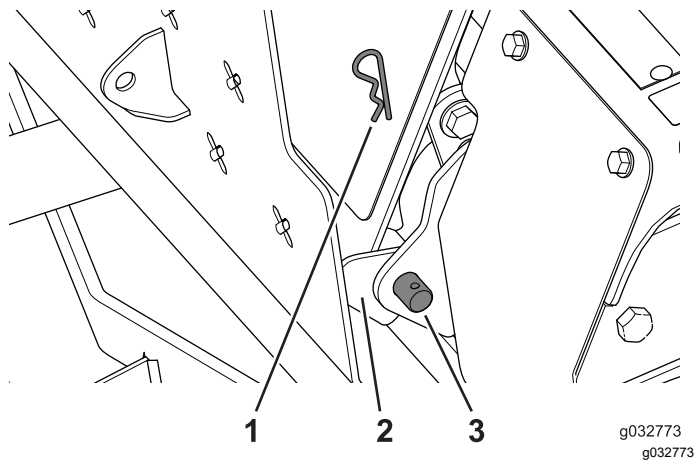

Bild 126
1. Befestigen Sie die Bedienerplattform mit dem Lagerbolzen und dem Splint, wie in Bild 126 abgebildet.